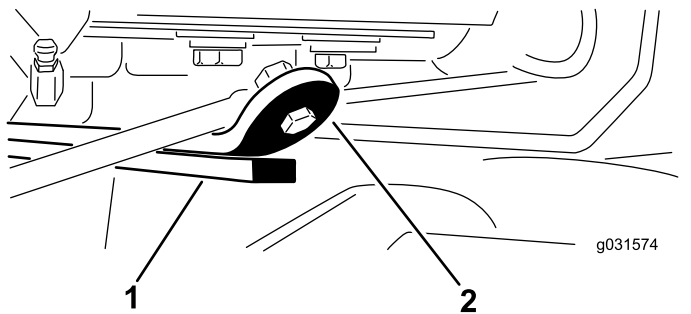

Figure 13
3. Démarrez le moteur, levez les unités de coupe et vérifiez que l'écartement entre le segment d'usure sur le dessus de la barre d'usure de l'unité de coupe arrière et la bride de butée est compris entre 0,51 et 2,54 mm, comme montré à la Figure 13.